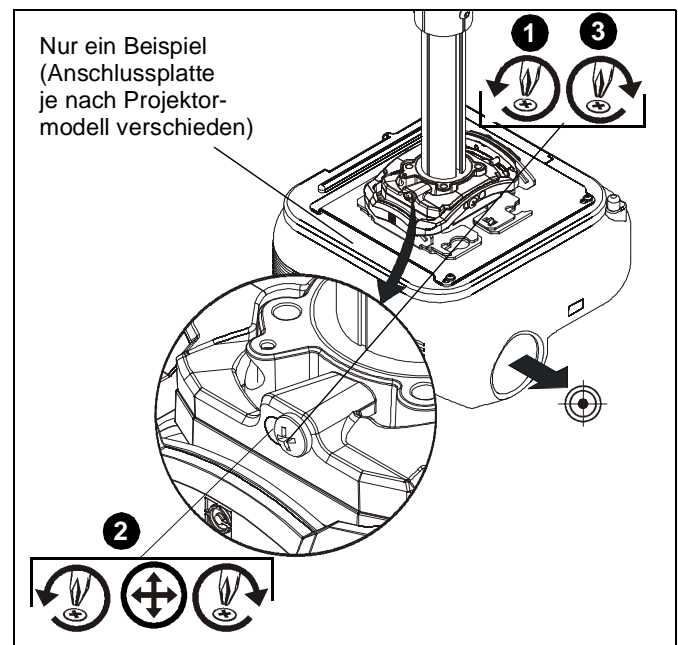

Abb. 6
1. Lösen Sie die Feststellschraube für die Einstellung der Drehung um die HÖHENACHSE mit einem Nr. 2-Kreuzschlitzschraubendreher. (See Figure 6)
2. Drehen Sie die Mikro-Justierschraube zur Einstellung der Drehung um die HÖHENACHSE mit einem Nr. 2-Kreuzschlitzschraubendreher nach rechts oder links, bis das Bild auf dem Ziel korrekt ausgerichtet ist. (See Figure 6)
3. Ziehen Sie die Feststellschraube für die Einstellung der Drehung um die HÖHENACHSE mit einem Nr. 2-Kreuzschlitzschraubendreher fest. (See Figure 6)